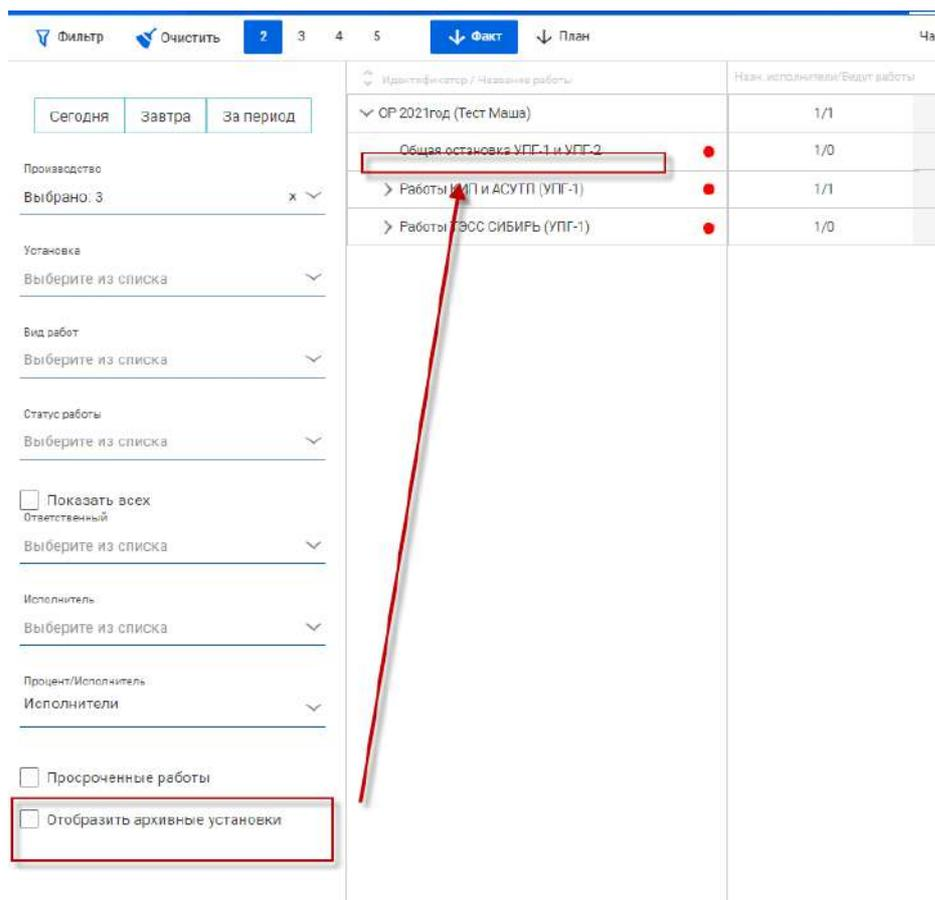

Рисунок 30 — Скрытие отображения архивных установок в дереве задач
- После снятия отметки в фильтре «Отображение архивной установки» архивные установки не отображаются в дереве задач (см.рис.30)